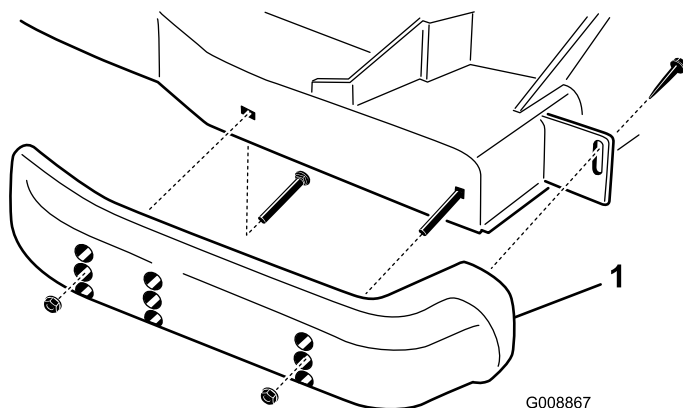

Figura 30
1. Afloje el tornillo situado en la parte delantera de cada patín (Figura 30).
2. Retire los pernos con arandela prensada y las tuercas de cada patín (Figura 30).